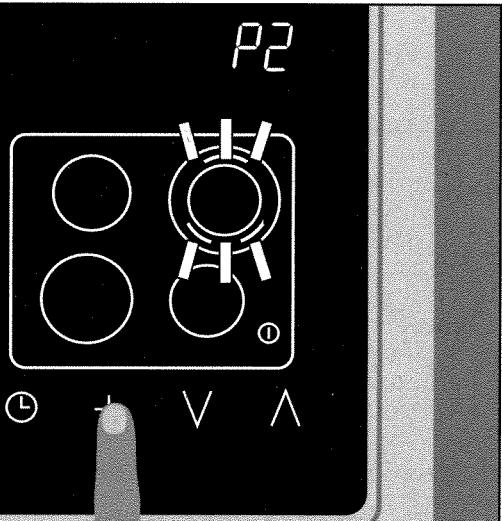

Fig. 4
- ... toque el símbolo **+**. En el cuadro de indicación del temporizador se ilumina **P2**. En el cuadro de indicación de la zona de cocción 3 (posterior derecha) parpadea el símbolo **○** de la activación adicional (Fig. 4).